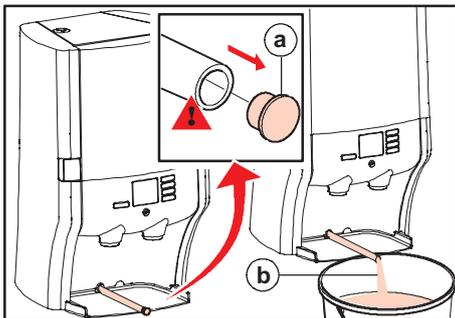

Fig. 79 Vidange
9. Tirez le tuyau de vidange sur une longueur d'environ 30 cm depuis la paroi arrière et placez l'extrémité du tuyau dans le seau (fig. 79).
10. Enlevez le bouchon du tuyau de vidange et laissez l'eau chaude s'écouler dans le seau (fig. 79 a et b).
28. Enlevez le bouchon du tuyau de vidange et laissez l'eau s'écouler dans le seau (fig. 79).